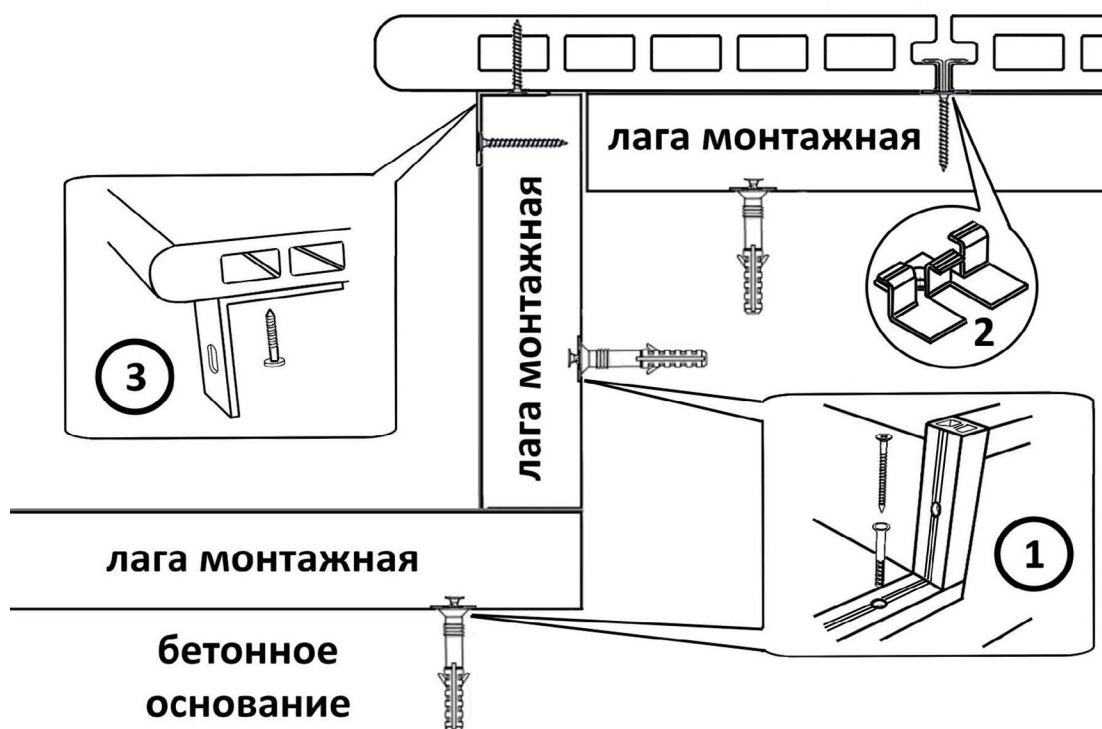
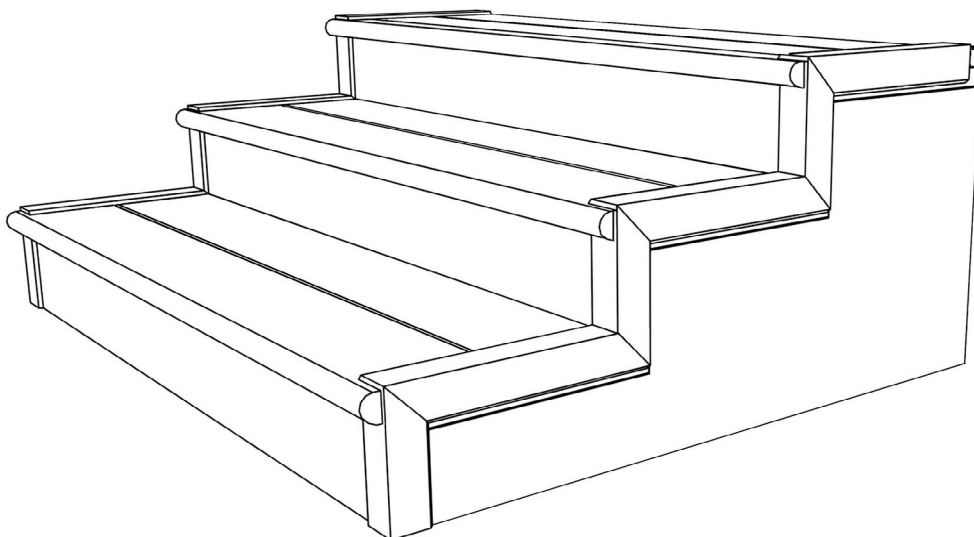

Рис.9 – установка первой стартовой доски 160х22
Рис.12 – Обрамление торцов ступеней с помощью декоративных уголков
К стартовой доске 160х22 снизу прикрепляется металлический уголок таким образом, чтобы при установке стартовой доски в монтажный кляммер уголок можно было бы прикрутить саморезом к вертикальной лаге подконструкции, Рисунок 9, поз. (3).
Затем устанавливается доска стартовая 160 x 22 с помощью монтажного кляммера и металлического уголка, аналогично рис. 9. Монтаж ступеней повторяют в соответствии с описанной выше схемой. Обрамление торцов ступеней производится помощью уголка декоративного 50x50 мм или 65x35 мм (Рис. 12).